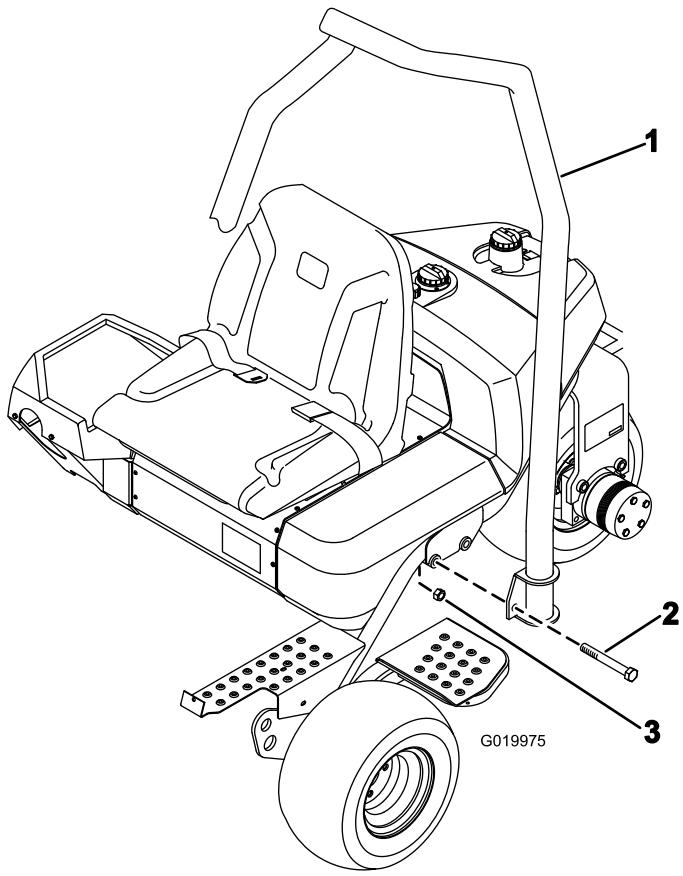

Figura 7
1. Coloque el ROPS de manera que la parte superior del tubo está curvada hacia la parte delantera de la máquina (Figura 7).
2. Baje la estructura anti-vuelco sobre el bastidor, alineándolo con los taladros de montaje (Figura 7).
3. Sujete cada lado del ROPS al bastidor con 2 pernos (5/8 x 4½") y contratuerca, según se muestra en Figura 7. Apriete a entre 183 y 223 N·m.